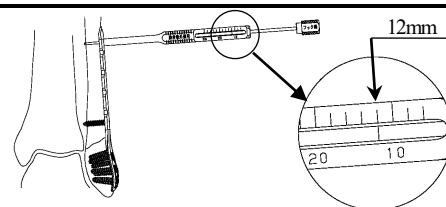

図 20-1
- 2) ドリルスリーブを取り外し、腓骨後外側用デプスゲージの先端フックを対側皮質に引っ掛け、スケールを読み取ります。(図 20-1)